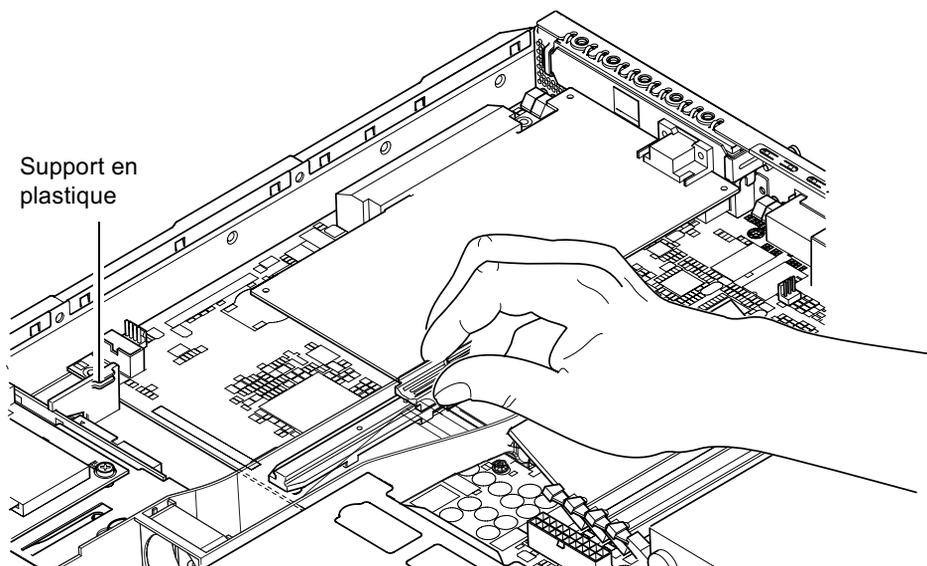

FIGURE 4-8 Utilisation du dispositif de maintien de la carte PCI, du rail de support guidé et du support en plastique
6. **Faites glisser le dispositif de maintien de la carte PCI à l'arrière de la carte PCI pour empêcher qu'elle ne se courbe de façon excessive (voir la FIGURE 4-8).**
Si vous installez une carte PCI occupant toute la longueur de l'enceinte, insérez la partie arrière de la carte dans la fente du support en plastique présenté à la FIGURE 4-8 ; elle bénéficie ainsi d'un appui supplémentaire.
3. **Faites glisser le dispositif de maintien de la carte PCI le long du rail guidé de cette dernière jusqu'à ce qu'il ne touche plus la carte PCI (voir la FIGURE 4-8).**